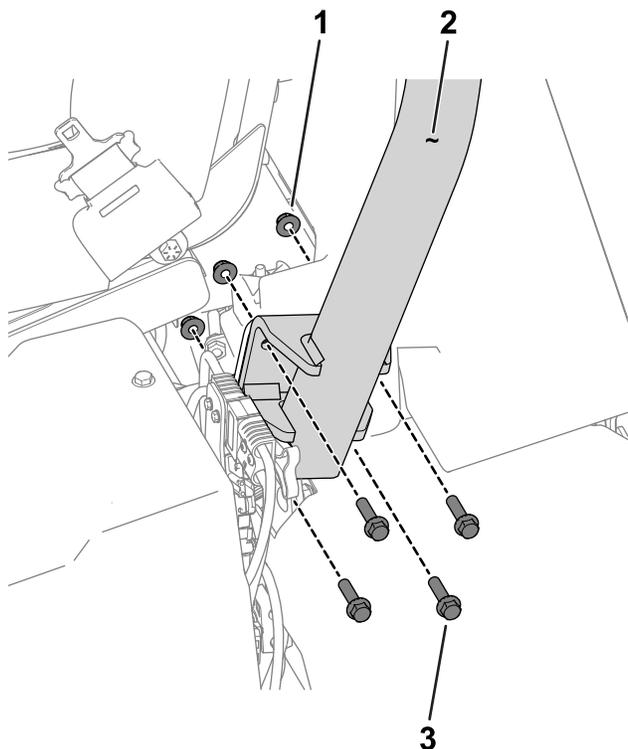

Рисунок 3
3. С помощью 8 болтов с шестигранными головками ($\frac{3}{8}$ x 1½ дюйма) и 8 гаек ($\frac{3}{8}$ дюйма) установите защитную дугу в кронштейны дуги на каждой стороне машины (Рисунок 3).